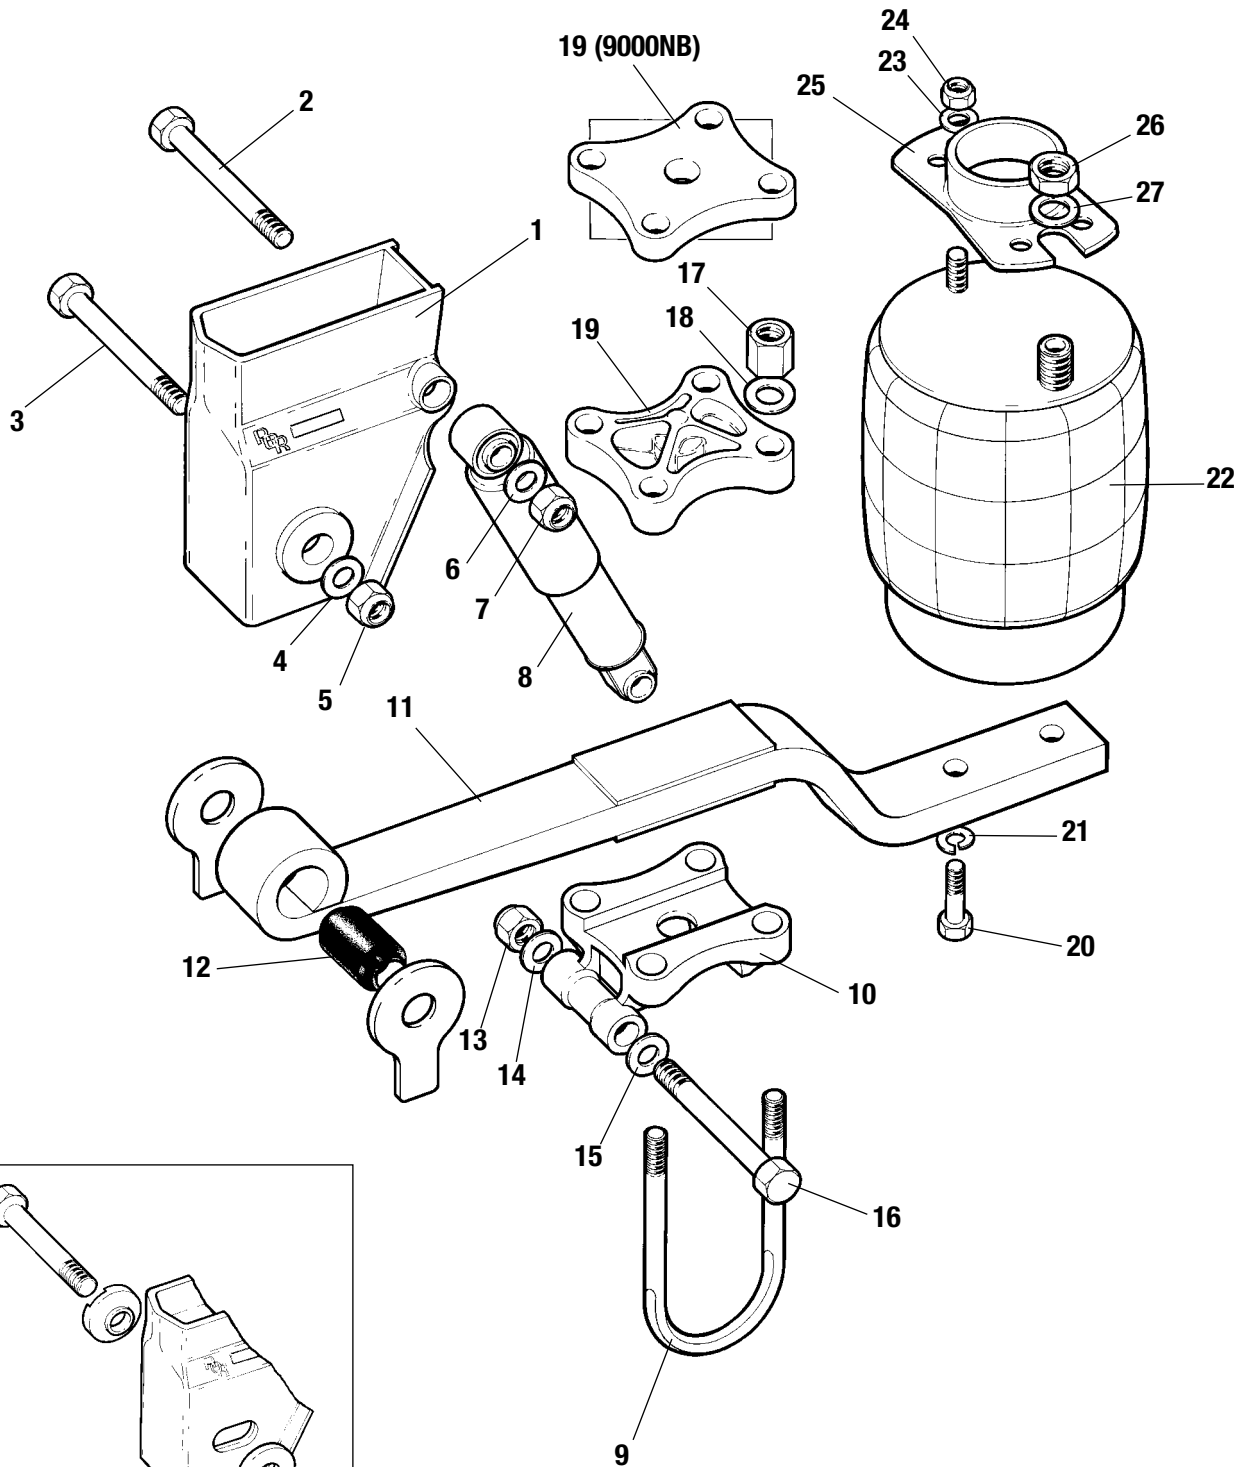

FIG. 3
6. Quando le misurazioni sono corrette, togliere ciascun dado (17) e ciascuna rondella (18) dei bulloni a "U", come mostrato nella fig. 3, poi pulire il filetto del bullone per asportare l'eventuale sporco.